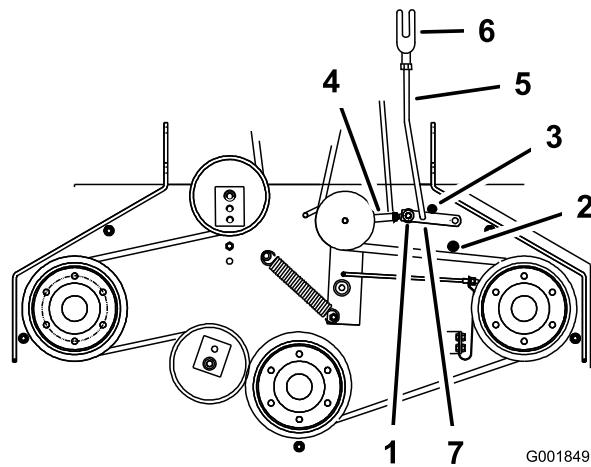

Figure 48
- Vérifiez que le bras d'assistance est en appui contre la butée arrière sur le plateau (Figure 48).
- Le bras d'assistance doit toucher la buté avant sur le plancher. Dans le cas contraire, réglez le levier coudé pour le rapprocher du renfort (Figure 48).
- Pour ajuster la bielle du bras d'assistance, enlevez la goupille fendue du bras d'assistance (Figure 48).
- Installez la bielle dans le bras d'assistance et fixez-la avec la goupille fendue (Figure 48).